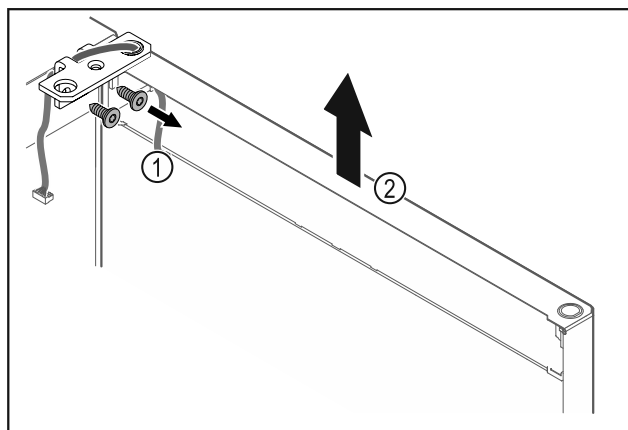

Fig. 26
- ▶ Ξεβιδώστε τη γωνία μεντεσέ Fig. 26 (1).
- ▶ Σηκώστε την πόρτα μαζί με τη γωνία μεντεσέ Fig. 26 (2) περίπου 200 mm ευθεία προς τα επάνω και αφαιρέστε τη.